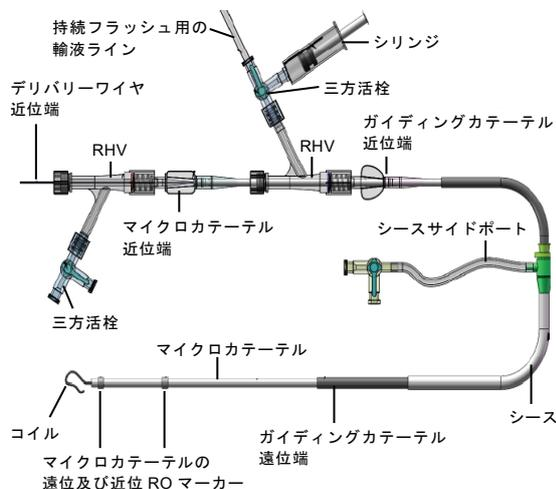

図 1 持続フラッシュのセットアップ例
- 1) ガイディングカテーテルに RHV を接続する。三方活栓を RHV のサイドアームに取り付け、持続フラッシュ用の輸液ラインを接続する。適切な溶液を注入しガイディングカテーテルを持続フラッシュする(図 1)。